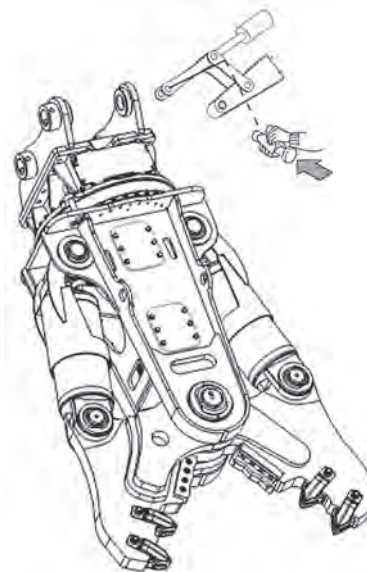

Рис. 9
- Переместив стрелу, совместите нижнее отверстие соединительного элемента с отверстием рычага и вставьте второй палец, зафиксировав его соответствующим предохранительным элементом (Рис. 9).